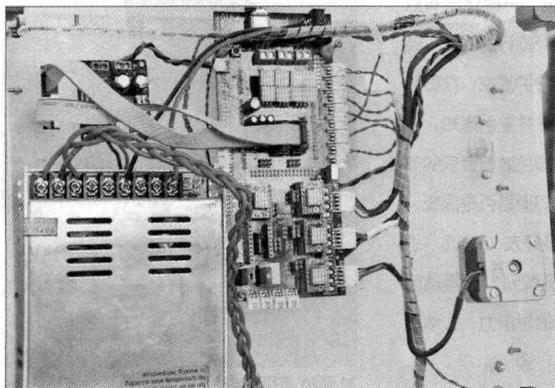

图1 改装后的电源系统
我们制作的产品是一款APP控制的RGB变色LED灯Yeelight，效果如图1所示。
■ 图1 APP控制的RGB变色LED灯